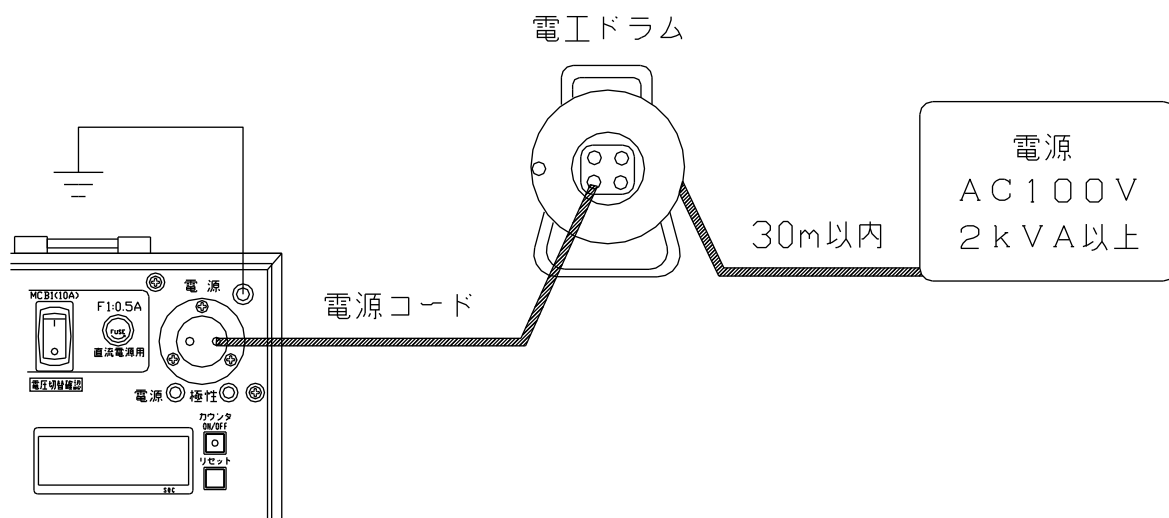

図1：電源の供給方法
2. 試験装置の電源を準備します。商用電源又は、発電機（2 kVA以上）でコードリールは30m以内にし、ドラム内に巻き残しのないようにすべて引き出して下さい。（図1）コードリール等を多く使用すると、電源のインピーダンスが高くなるため大きな電流が出力できない場合があります。